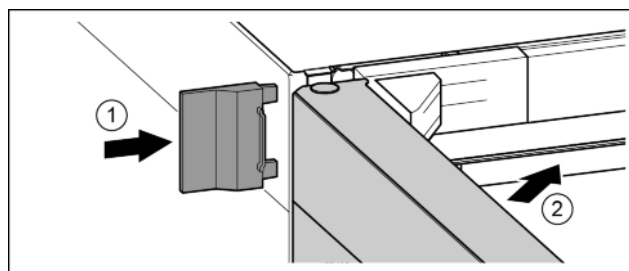

Fig. 24
- ▶ Надвинуть внешнюю крышку. Fig. 24 (1)
- ▶ Закрыть верхнюю дверь. Fig. 24 (2)